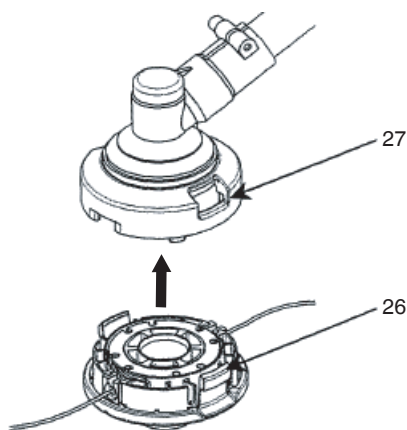

Fig. 30
(6) Placez le couvercle sur le boîtier de façon à ce que les attaches de blocage (26) sur le boîtier rencontrent les longs trous (27) sur le couvercle. Ensuite, appuyez bien sur le boîtier jusqu'à ce qu'il s'enclenche. (Fig. 30)